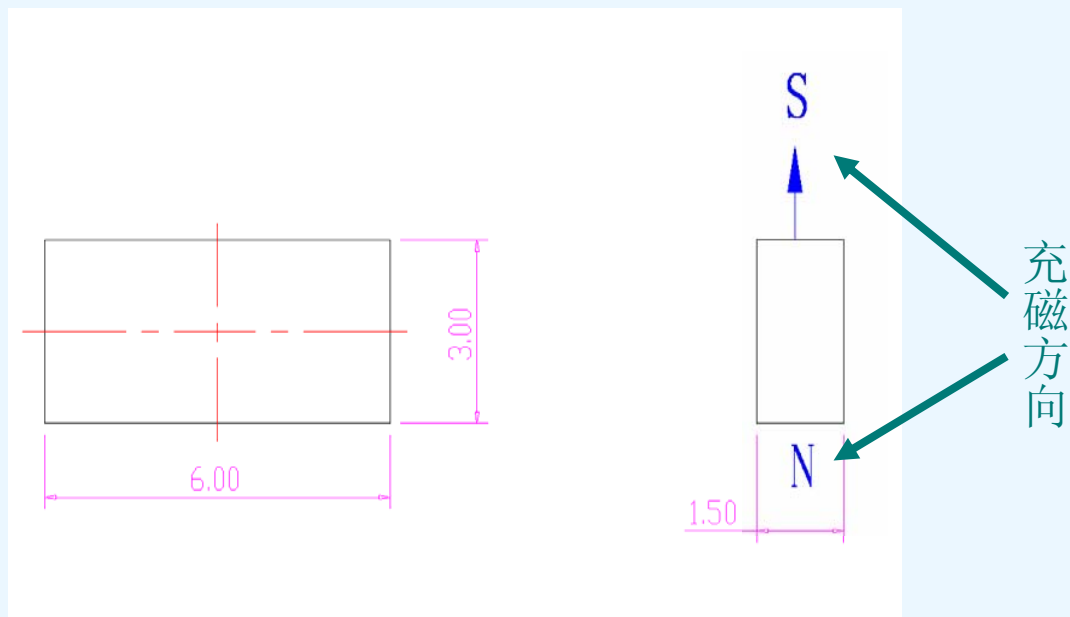

图2
- 3-1、必须注明充磁的方向并加一个箭头指向S极。（如图2）